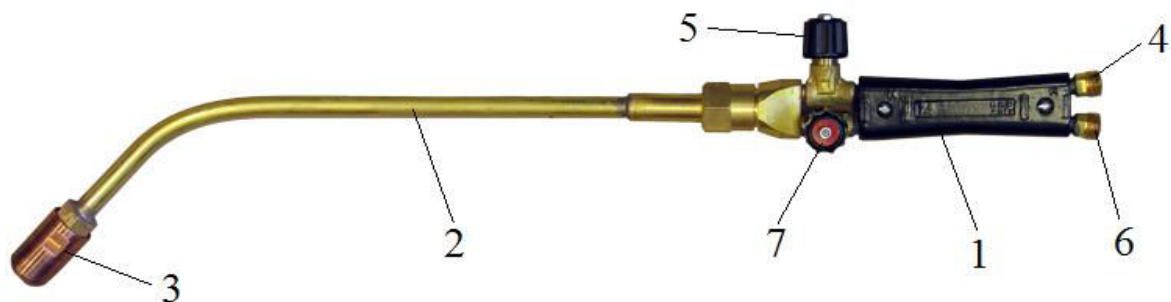

Рис.1. Горелка ГП-1 Вулкан
4.1 Внешний вид и состав горелок ГП-1 см. Рис.1, 2, 3, 4, 5